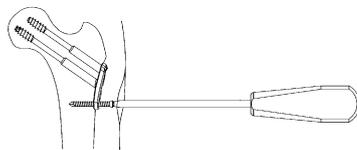

図5
- ** 1) 骨幹部スクリューを、5.0CS ドライバーにて取り外します。(図5)